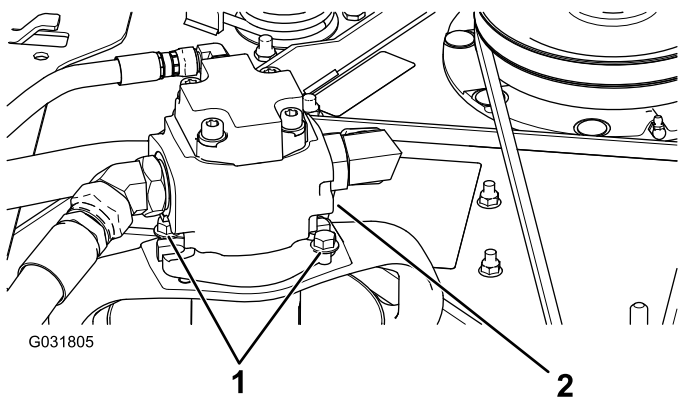

Figure 115
5. Enlevez les boulons qui fixent le moteur hydraulique au plateau de coupe (Figure 115).
3. Enlevez les boulons qui fixent le moteur hydraulique au plateau de coupe (Figure 115).